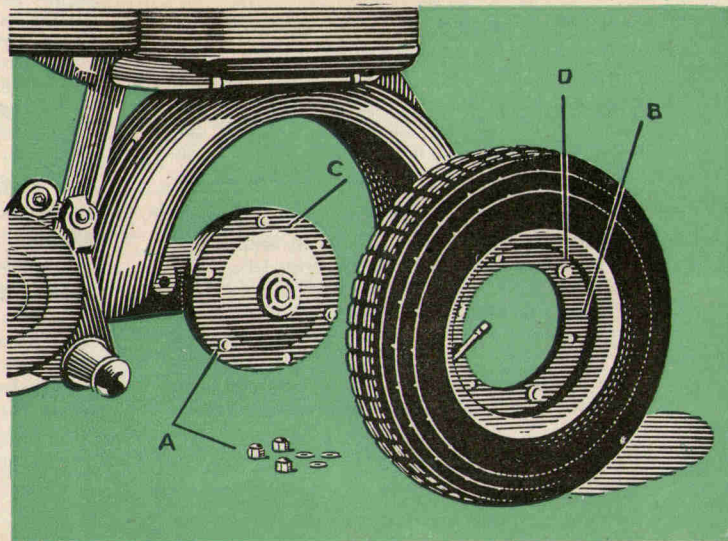
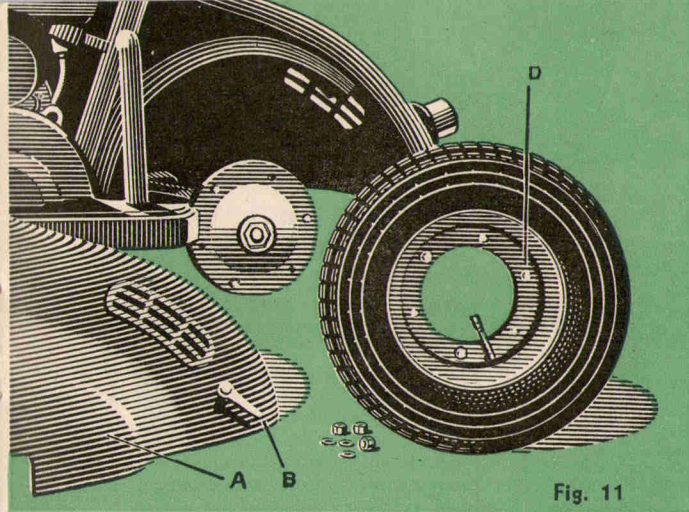

Fig. 10
Fig. 11
Para desmontar la rueda trasera del modelo D (Fig. 10) afloje las tres tuercas ciegas (A) que fijan la llanta (B) a la maza (C). Antes de desmontar la rueda del modelo LD (Fig. 11) saque el costado izquierdo (A) aflojando la manija de cierre (B).
Para sacar las cubiertas de las llantas, después de desmontar las ruedas, afloje en ambos modelos las tres tuercas restantes (Fig. 10). **DES-INFLAR PREVIAMENTE LAS CAMARAS.**